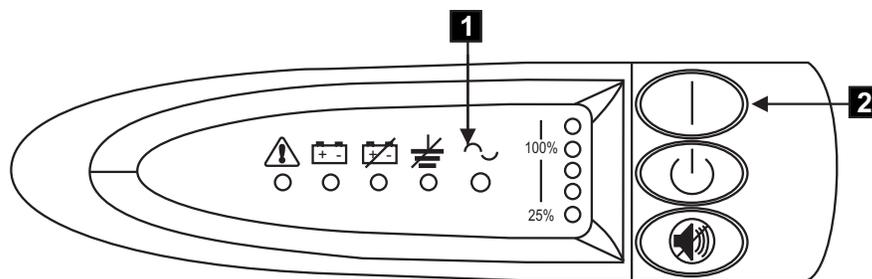

図 42. 2145 UPS の電源スイッチとインディケータ
10. 2145 UPS が自己診断テストを行っている間、2145 UPS のすべてのフロント・パネル・インディケータが、短時間明滅します。テストが完了すると、モード・インディケータ **1** が明滅して、2145 UPS が待機モードになったことを示します。71 ページの図 42 を参照してください。
2145 UPS のオン・ボタン **2** (71 ページの図 42) を、2145 UPS からピープ音が聞こえるまで (約 1 秒) 押したままにします。モード・インディケータが明滅を停止し、負荷レベル・インディケータが 2145 UPS に加えられている負荷のパーセンテージを示します。これで、2145 UPS は通常モードになり、バッテリーの充電を行います。